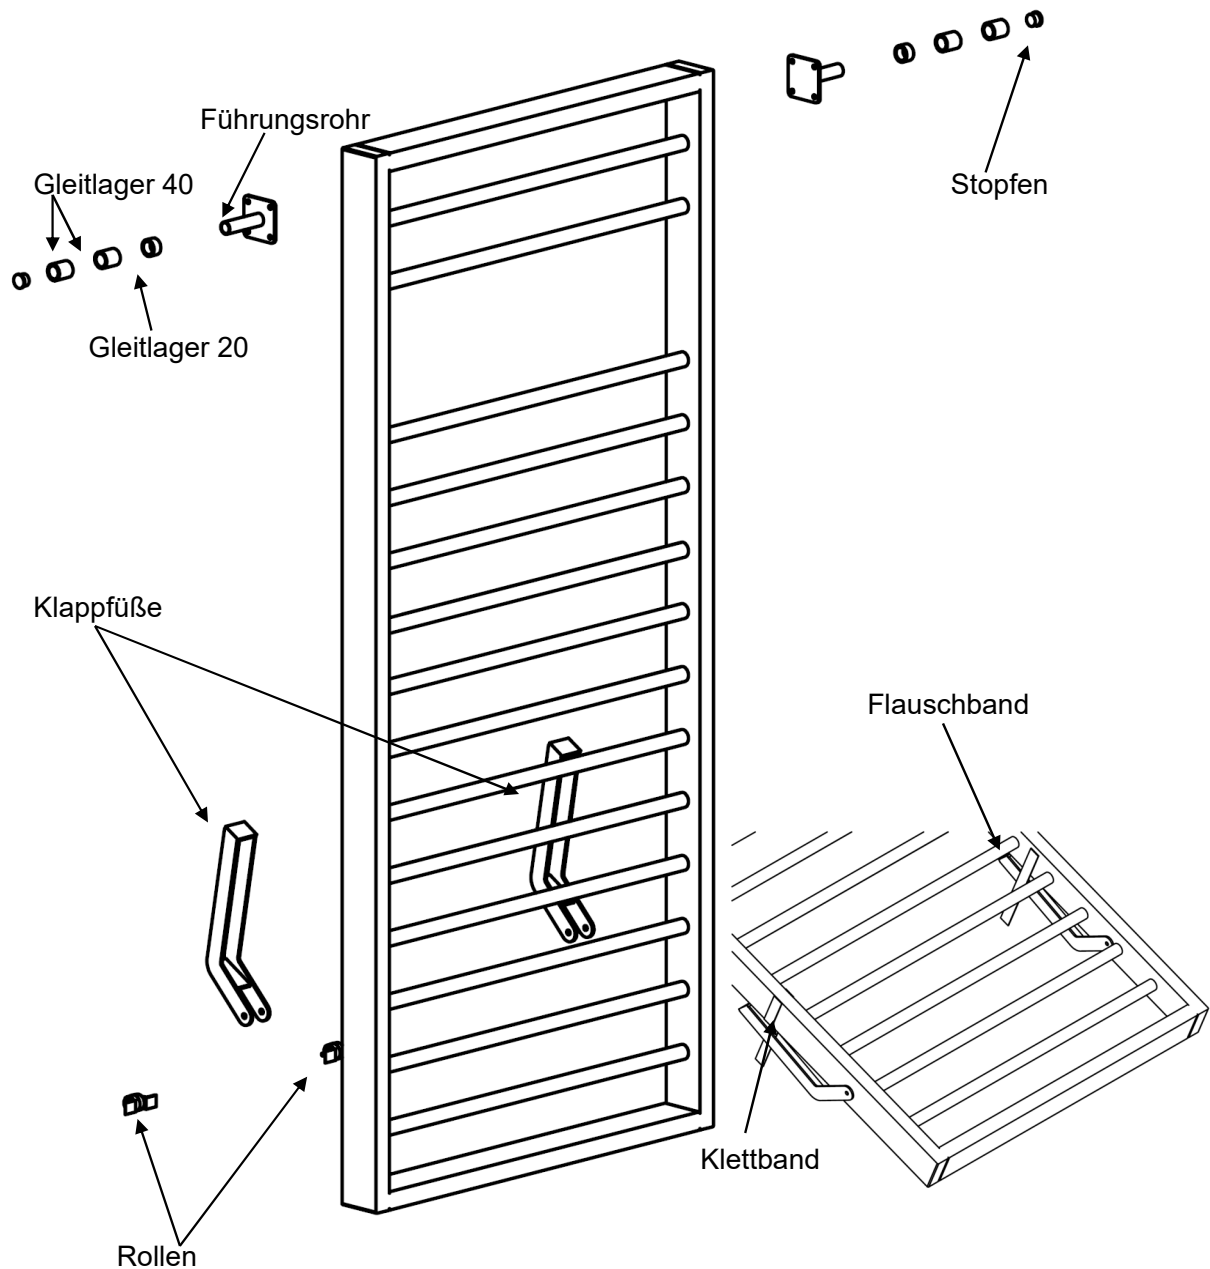

Abb. 5: Montage der Kleinteile
Nachdem der Rahmen an der Wand montiert wurde, kann nun mit der Vorbereitung der Sprossenwand begonnen werden. Der erste Schritt ist die Befestigung der Führungsrohre ④. Die Führungsrohre werden mittels Innensechskantschrauben, Scheiben und Federringe an die Sprossenwandwange geschraubt. Bohren Sie hierfür mit $\varnothing 9$ mm vor. Der zweite Schritt ist die Befestigung der Klappstützen ③, bohren Sie hierfür die Wangen mit $\varnothing 11$ mm vor. Schrauben Sie anschließend die Klappfüße mit den Sechskantschrauben M10 x 60, den Stopfmuttern M10, den Beilegscheiben und den Unterlegscheiben an die unteren Enden der Sprossenwandwange. Um eine Leichtgängigkeit der Füße zu gewährleisten, müssen die Beilegscheiben zwischen Wange und Fuß gelegt werden und die Muttern dürfen nur so fest gezogen werden das sich die Füße noch bewegen lassen. Um die Füße im eingeklappten Zustand zu sichern, befestigen Sie das Klettband ⑧ außen an der Wange und das Flauschband ⑨ an der Innenseite (siehe Abb. 5).
Nachdem der Rahmen an der Wand montiert und die Sprossenwand vorbereitet wurde, kann nun die Sprossenwand eingehängt werden. Stecken Sie dazu die Handgriffe ① in die obersten beiden Löcher. Anschließend stecken Sie die Gleitlager wie in Abbildung 5 auf das Führungsrohr, danach verschließen Sie das Rohr mit dem Stopfen. Jetzt kann die Sprossenwand mit den Führungsrohren von oben zwischen die Führungsbretter geschoben werden. Im Aufgestellten Zustand muss die Sprossenwand mit den Klett- und Flauschbändern gesichert werden.